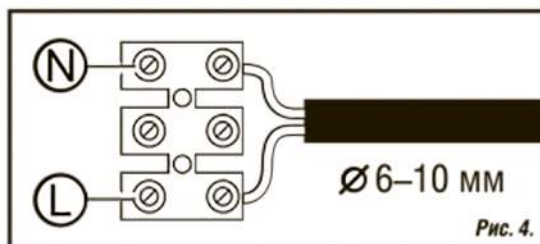

Рис. 4.
- Подключите сетевой кабель к клеммной колодке (5) в соответствии с указанной маркировкой клеммы L, N, как показано на Рис. 4.
- Задвиньте боковую часть (2) с клеммной колодкой вплотную к корпусу, убедитесь, что специальные выступы зажимной гайки совпали со специальными пазами на корпусе светильника и поверните зажимную гайку гермоввода (1) по часовой стрелке. Убедитесь, что гайка плотно прилегает к корпусу. Степень защиты IP65 обеспечивается только при использовании кабеля с внешним диаметром от 6 до 10 мм.